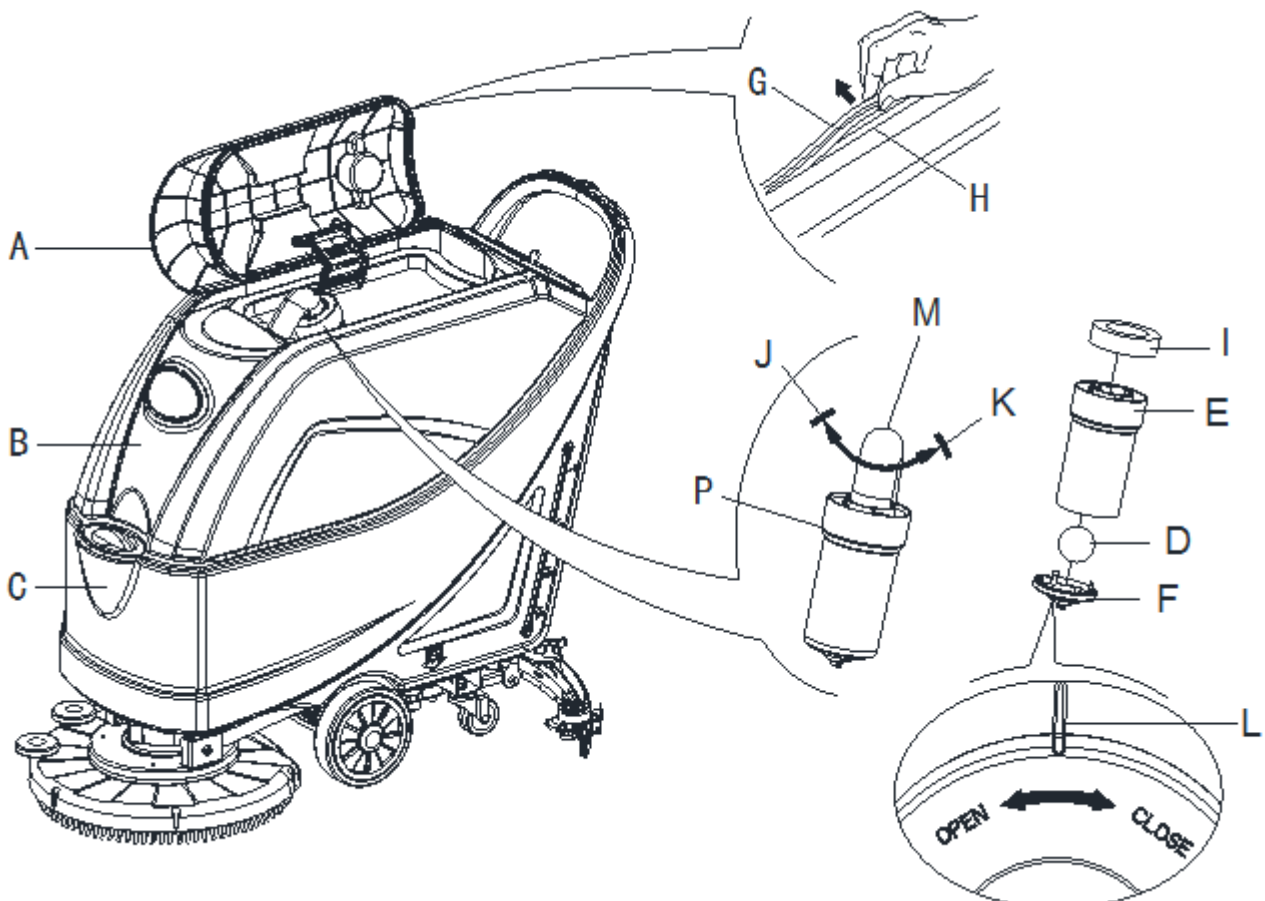

Figure 21
2. Faire en sorte que la machine soit éteinte et que la clé de contact (54) soit retirée.
3. Basculer le couvercle du réservoir de récupération (A, Figure 21) position -90 degrés où il peut être retiré du réservoir, puis enlever le filtre à flotteur (P) du réservoir.
5. Si nécessaire, suivre les symboles "OPEN" et "CLOSE" comme indiqué sur la (Figure 21) pour ouvrir le couvercle bas (F) du filtre à flotteur, puis nettoyer le filtre à flotteur (D), le cadre de support du filtre (E) et l'éponge du filtre (I). Après le nettoyage, fixer le filtre à flotteur (D) sur le cadre de support du filtre (E) puis aligner la rainure de marque (L) du capuchon de fond (F) du filtre à flotteur avec la rainure de marque (L) du cadre de support du filtre à flotteur (E). Visser fermement le capuchon de fond du filtre à flotteur, et fixer l'éponge du filtre (I) sur le cadre de support du filtre à flotteur (E). Enfin, le connecter au tuyau d'aspiration des eaux usées (M).
7. Vérifier si la surface de contact de la bande d'étanchéité (G) a une étanchéité suffisantes. Si nécessaire, sortir la bande d'étanchéité du réservoir de la rainure (H) et la remplacer. Assembler la nouvelle bande d'étanchéité comme indiqué sur la (Figure 21), le joint devant être ramené dans la zone médiane.
8. Fermer le couvercle du réservoir de récupération (A).